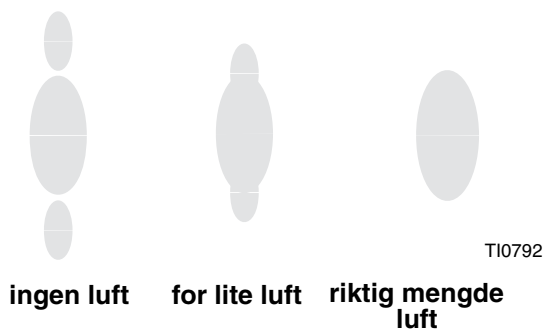

FIG. 11: Riktig sprøytemønster
4. Slå på fortøvningsluften og still luftrykket til omtrent 70 kPa (0,7 bar, 10 psi). Kontroller sprøytemønsteret, øk deretter luftrykket sakte helt til haleendene helt forstøves og blir en del av sprøytemønsteret. Se FIG. 11. Ikke overskrid et luftrykk på 0,7 MPa (7 bar, 100 psi) til pistolen.